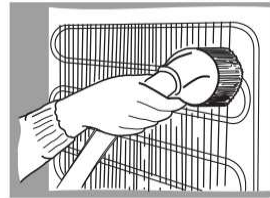

Fig. 11
- Pour le nettoyage, utilisez une brosse sèche et souple, un chiffon électrostatique ou un aspirateur (**Fig. 11**).